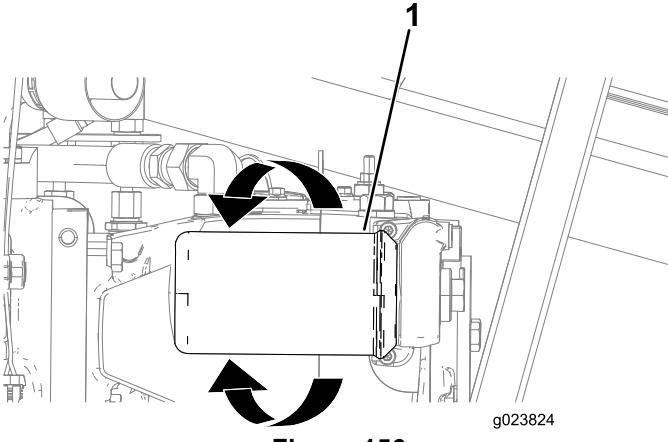

**Figura 155**
4. Retire el tapón de vaciado y coloque un recipiente debajo del orificio del tapón de vaciado (Figura 155).
6. Deje que se drene el aceite del tapón de vaciado en el recipiente (Figura 155).
8. Retire el tapón de llenado de aceite (Figura 155) y añada aproximadamente 1.8 litros (1.9 cuartos de galón US) de aceite, o hasta que el aceite llegue al nivel del tapón de nivel de aceite, según se muestra en Figura 154.